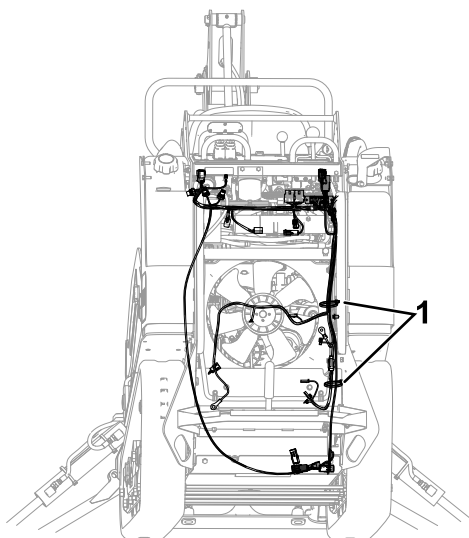

Figure 15
- Fixez le faisceau au faisceau de câblage du groupe de déplacement à l'aide des 2 attache-câbles restants, comme montré à la Figure 15.